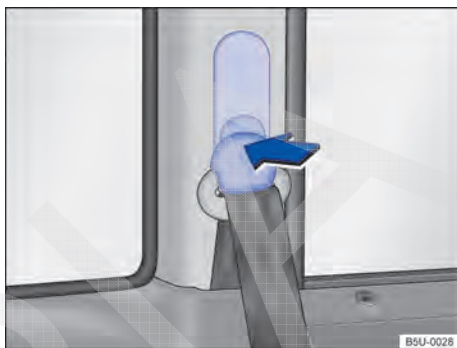

Fig. 14 Ao lado dos bancos dianteiros: regulagem de altura do cinto de segurança.
- Pressionar o dispositivo regulador no sentido da seta e mantê-lo pressionado → Fig. 14.